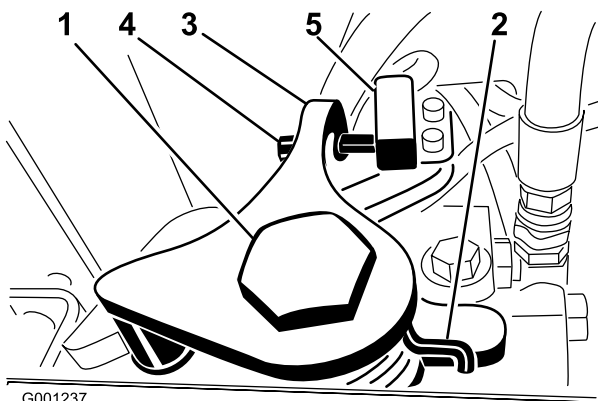

Figure 57
3. Desserrez la vis de retenue de l'autre côté de la came de réglage de transmission (Figure 57).
7. Réglez la vis sur le bras de retour au point mort (Figure 57) jusqu'à ce que la vis et le contacteur soient espacés de 2,28 à 3,04 mm.